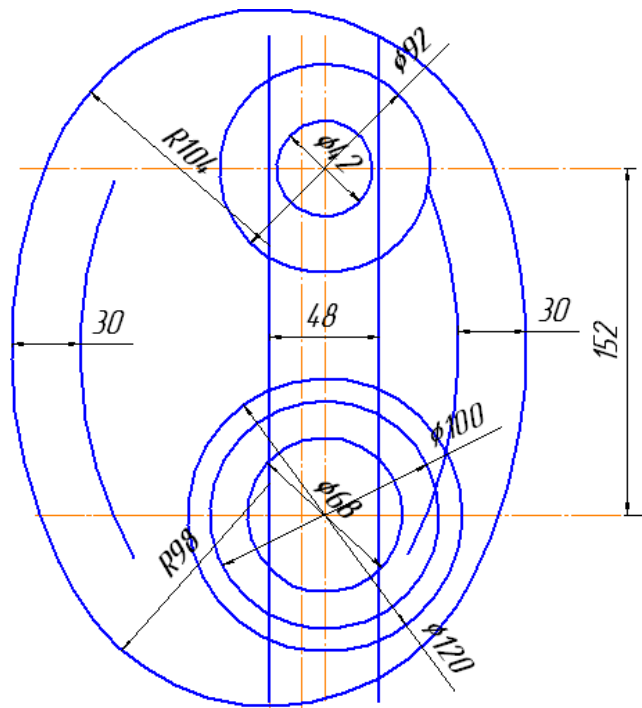

Рис. 6
6. Построить дугу окружности на заданном удалении от внешнего контура и прямую, параллельную вертикальной оси симметрии. Использовать команду  **Эквидистанта кривой** панели **Геометрия** (рис.6).